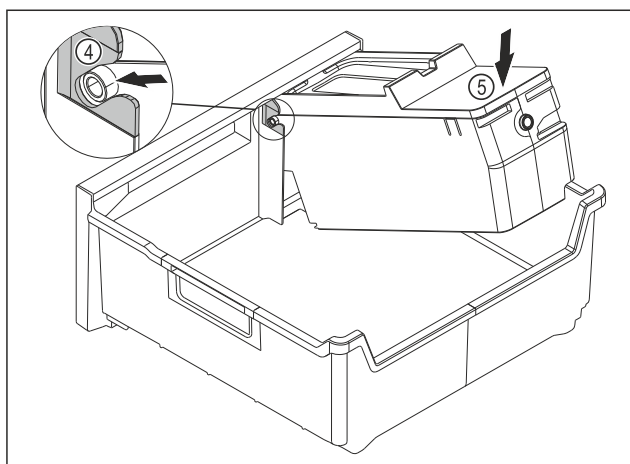

Fig. 145
- Montaż korpusu EasyTwist-Ice: Wsunąć osie korpusu EasyTwist-Ice w prowadnice Fig. 145 (4).
- Docisnąć korpus EasyTwist-Ice Fig. 145 (5) z tyłu do dołu.